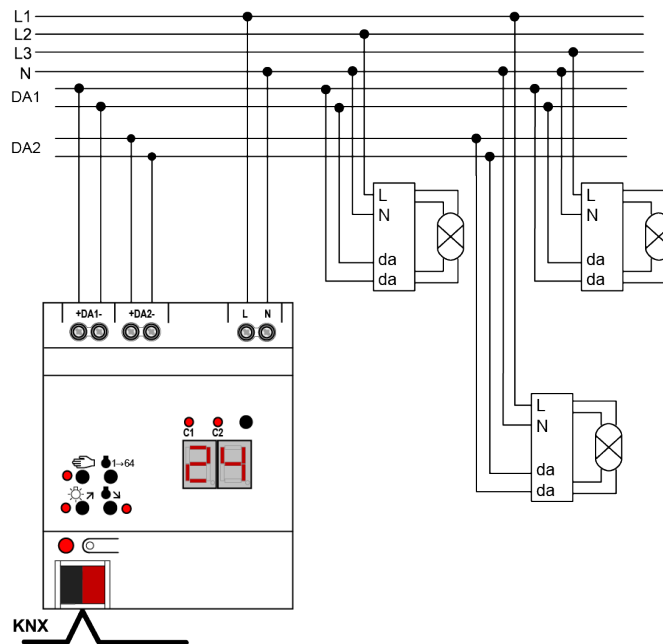

Bild 3: Anschlussbeispiel DALI-Gateway 2fach
- Gerät gemäß Anschlussbeispiel anschließen (siehe Bild 3)